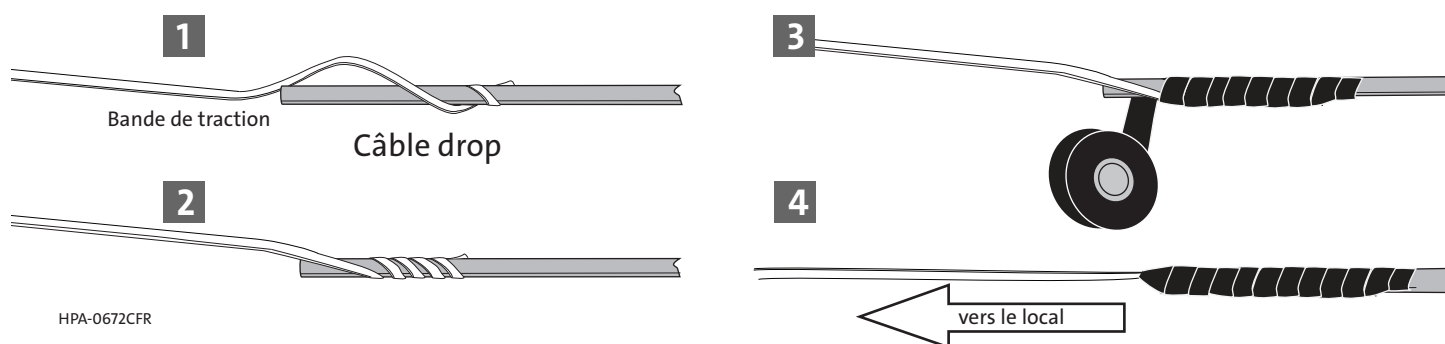

Figure 5
Étape 1c : si le raccordement se fait avec un pigtail, tirer ou pousser l'extrémité nue peut permettre d'utiliser une conduite plus petite. Le câble drop ROC peut permettre de pousser dans des conduites de type micro de 8mm. Pour tirer l'extrémité nue du pigtail, placez l'extrémité de la bande de traction autour du câble et sécurisez-la avec du ruban adhésif. (Figure 5)